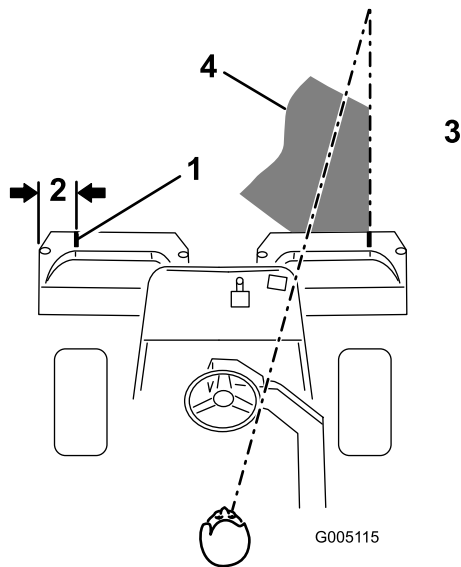

Figura 33
2. Coloque uma fita branca ou pinte um tira em cada um dos cestos, paralelamente à extremidade exterior de cada cesto (Figura 33).
3. Sobreponha uma quantidade mínima com o corte anterior nas passagens adicionais. Para cortar em linha recta ao longo do relvado e de modo a conseguir manter uma distância equitativa entre a extremidade da zona de corte anterior, estabeleça uma linha imaginária de aproximadamente 1,8 a 3 metros à frente da máquina até a extremidade da zona por cortar (Figura 33 e Figura 34). Alguns utilizadores acham útil incluir a borda exterior da roda motriz na linha imaginária; por exemplo, mantenha a extremidade da roda motriz alinhada com um ponto que se mantém sempre à mesma distância da dianteira da máquina (Figura 33 e Figura 34).